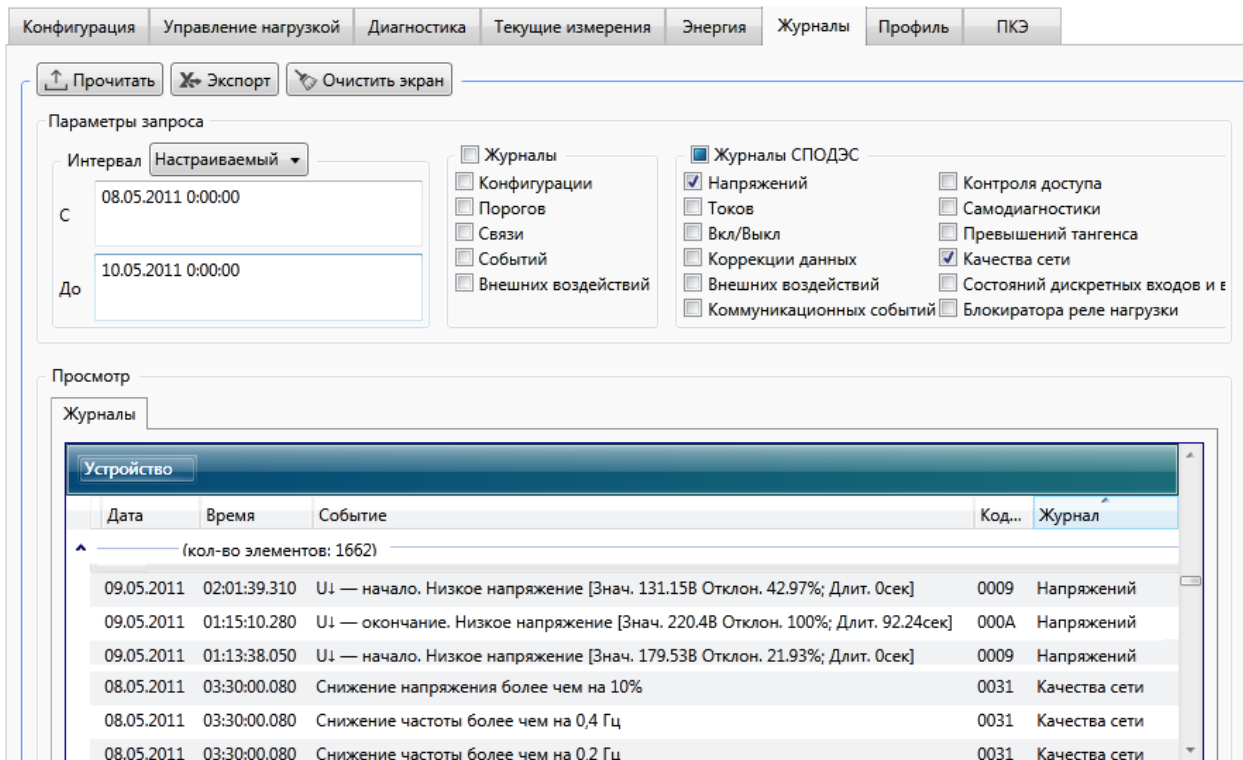

Рисунок 9.45 – Просмотр журналов напряжений и параметров качества сети
9.7.6.8 Для просмотра журналов напряжений и параметров качества сети необходимо перейти на вкладку *Журналы* области параметров программы КОНФИГУРАТОР (рисунок 9.45).